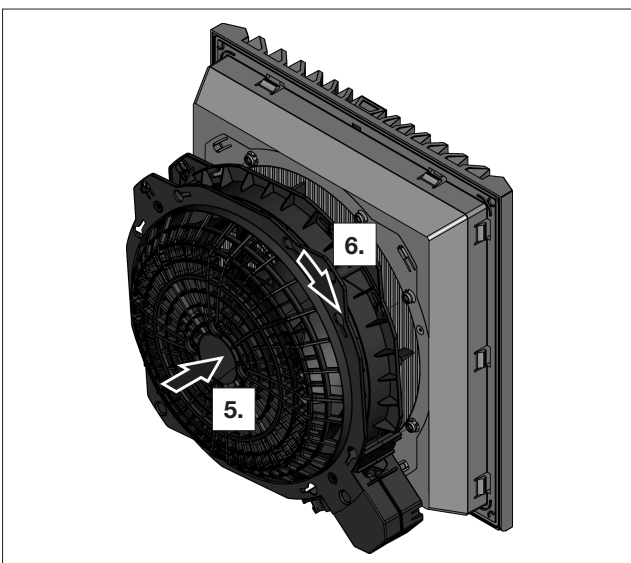

Abb. 17: Verriegelung Bajonett-Verschluss
- Setzen Sie das Lüftergehäuse wieder auf den Filterkasten auf (siehe Abb. 17).